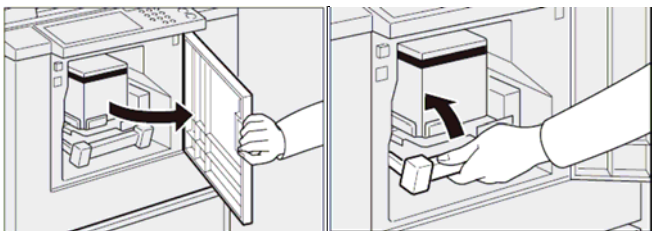

图 5-29 释放印筒单元
(3) 更换（安装）印筒
① 打开前门盖，抬起印筒单元把手，释放印筒单元，如图 5-29 所示。